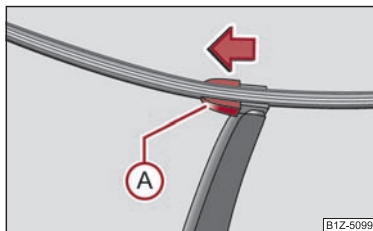

Fig. 45 Escobilla de la luneta posterior ▶
- Separar el brazo de la escobilla del cristal y colocar la escobilla en posición perpendicular al brazo ⇒ página 48, fig. 45.